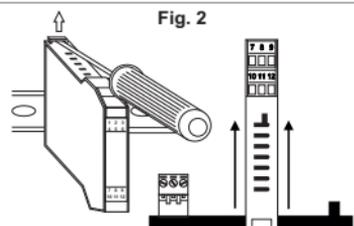

Fig. 2
- 1) Verschieben Sie die beiden Haken auf der Rückseite des Moduls nach außen, wie auf **Abb. 2** gezeigt.
Wie dargestellt auf **Abb. 2**: